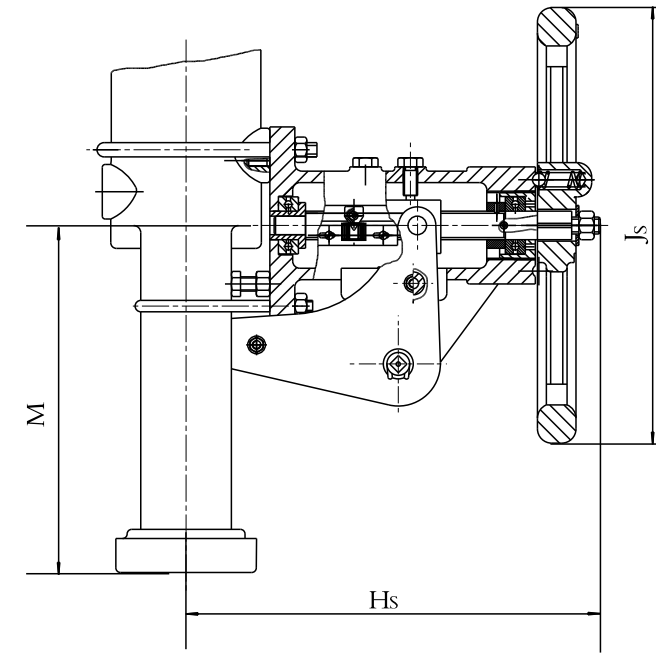

图10 Z857/867Sc型侧装手动机构
3. Z857/867Sc-GT型气动薄膜笼式阀带侧装手动机构安装尺寸（常规匹配）（见图10、表11）